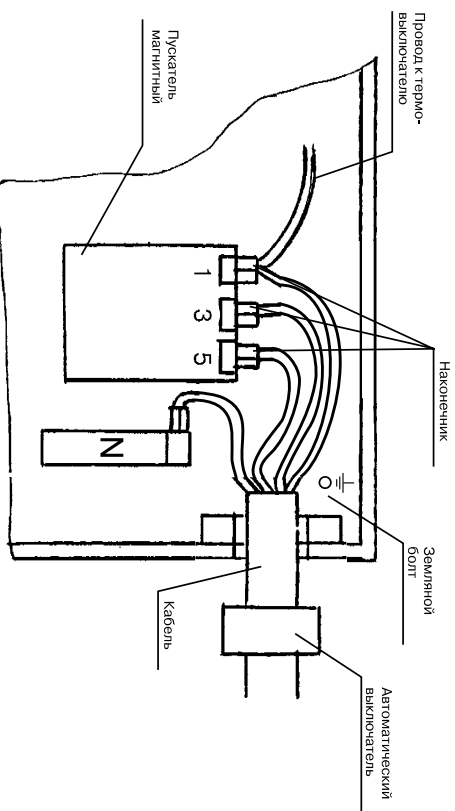

Рис.3.
5.3. Подключение электродвигателя к электросети производится согласно схеме рис. 3 с обязательным применением наконечников из комплекта поставки. Наконечники закрепить к проводам рабочей (фазной) проводки (3 шт.), к проводам рабочей и защитной нейтральной (2 шт. – П6-6-ЛТ-07), опать, закрепить гайками и защитной нейтральной (контакты 1,3,5), клемме нейтральной (N) и клемме заземления ( $\perp$ ).